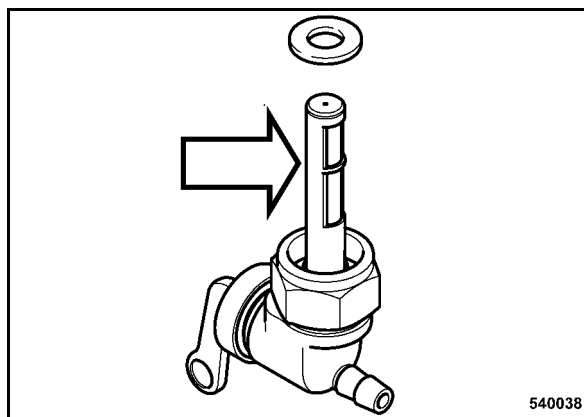

рис. 50
- Вывинтить топливный кран (рис. 50).